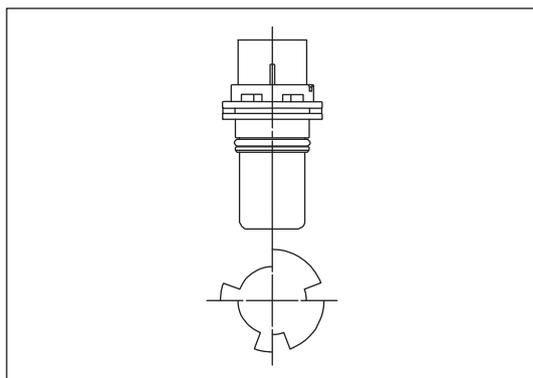

Рисунок 9-3-11. Схема работы датчика Холла
(3) Место установки
(4) Принцип действия
- » Датчик положения содержит датчик Холла; вращение вала приводит в действие задающий диск, установленный на конце вала. Работа датчика Холла основана на принципе Холла: когда зубец задающего диска находится напротив датчика, соответствующий выходной сигнал имеет низкий уровень; в противном случае выходной сигнал имеет высокий уровень. В одном положении распределительного вала сигнал есть, при другом положении распределительного сигнала отсутствует. Так определяются две разных верхних мертвых точки, как показано на рис. 9-3-11.
(6) Меры предосторожности при установке
(7) Признаки неисправности и методы диагностики